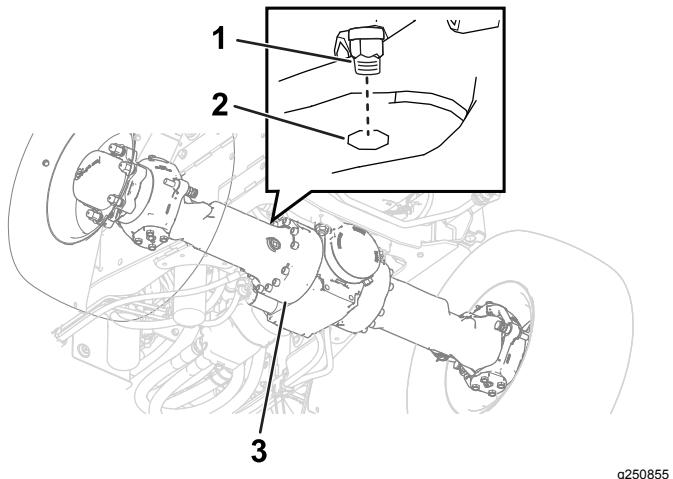
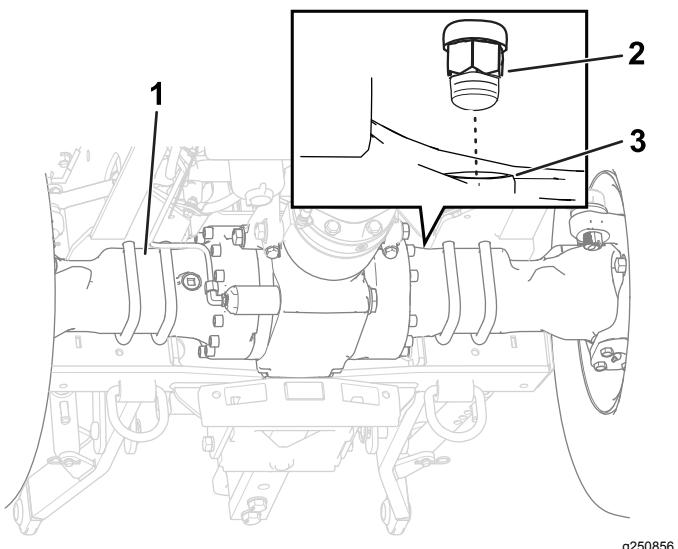

Рисунок 101
Рисунок 102
- Очистите поверхность вокруг сапунов с помощью очищающего растворителя (Рисунок 101 и Рисунок 102).
- Снимите сапуны с переднего и заднего мостов (Рисунок 101 и Рисунок 102).
- Установите сапуны в передний и задний мосты (Рисунок 101 и Рисунок 102).